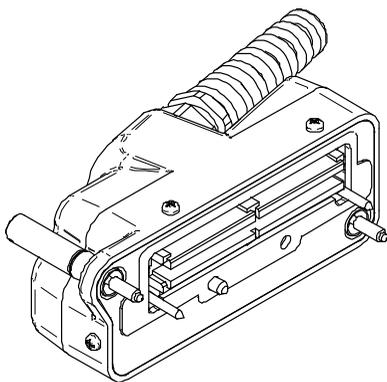

Figura L-3 Conector de sonda ECA de Evident
- El primer tipo es el conector de sonda ECA de Evident (vea la Figura L-3 en la página 190).